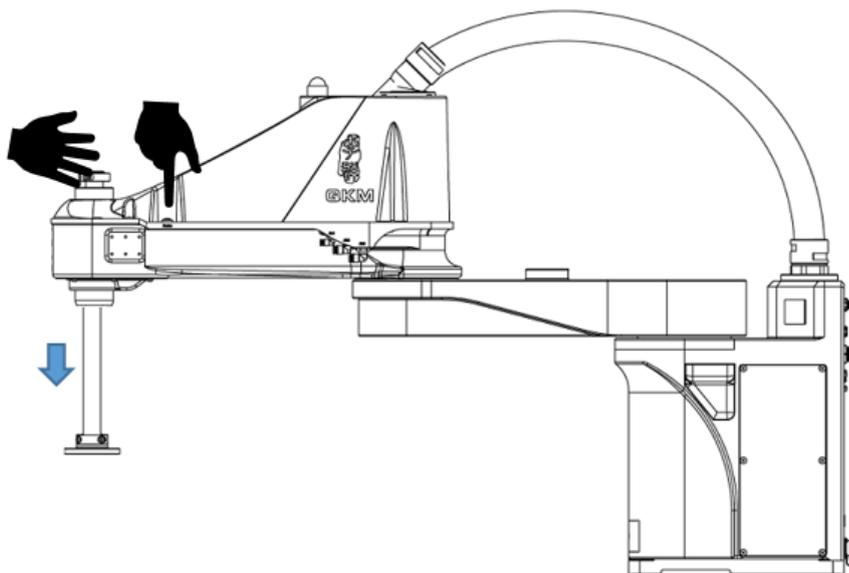

图 4-2 向下移动花键丝杆轴示意图
**步骤1** 先确认机器人处于通电且下伺服状态，确认完成后带上一次性手套先扶住丝杆末端，再按压抱闸按钮，将花键丝杆轴推至最下端后松开抱闸，如图 4-2 所示。